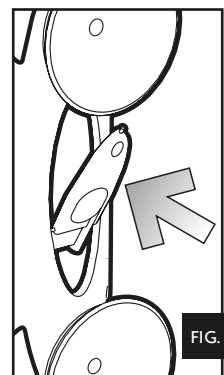

FIG. 5
- Remove the special device inserted in the suction cup support, just pulling it out of its location (fig. 5) or use a flat blade screwdriver.
- Enlever l'outillage spécial qui se trouve sur le support des ventouses (fig. 5) ou utiliser une tourne-vis.